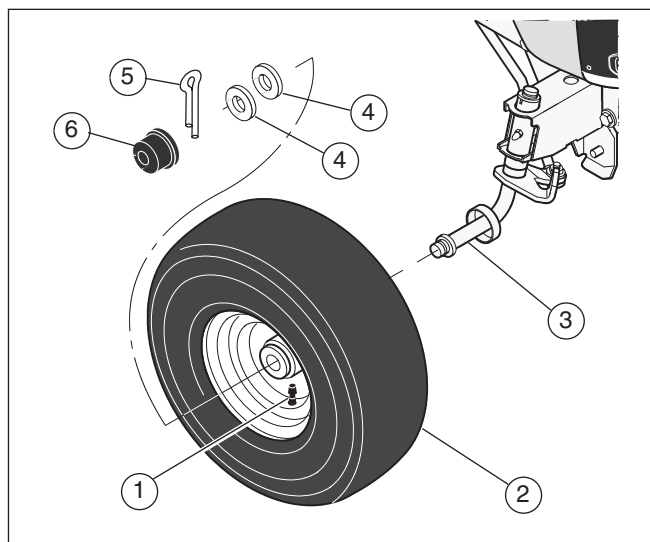

Figura 1
1. Certifique-se de que a haste da válvula (1) está voltada para fora (consulte a **Figura 1**).
2. Encaixe a roda frontal (2) no veio (3).
3. Aperte a roda da frente (2) com anilhas (4 e 5) e um pino (6). Dobre as extremidades do pino para lados opostos para manter a roda frontal no veio.
4. Se o seu modelo tiver tampões de rodas (7), coloque os tampões de rodas. Certifique-se de que as anilhas mantêm os tampões de rodas no lugar.
1. Suba o apoio do assento (consulte a **Figura 1**).